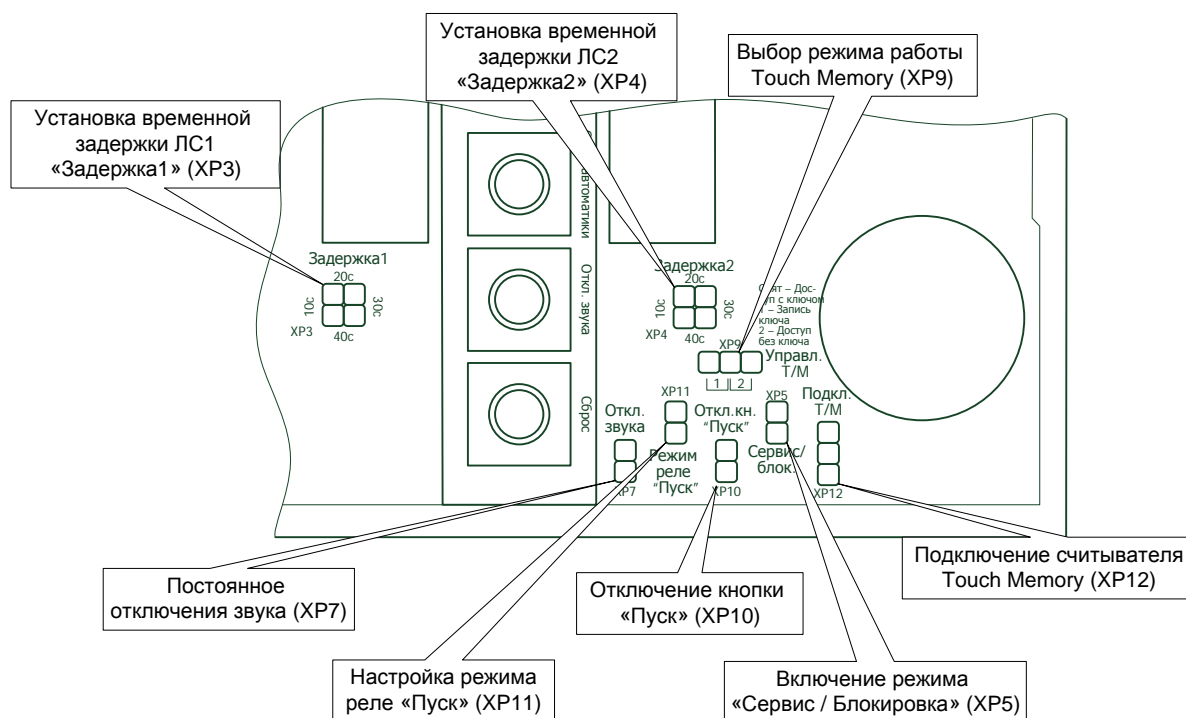

Рисунок 7. Расположение перемычек настройки ЦБ.
7.1.3 Постоянное отключение звукового сигнала может использоваться при установке ЦБ вне помещений с круглосуточным пребыванием дежурного персонала. Для постоянного отключения звукового сигнала необходимо установить перемычку на контакты XP7 «Откл. звука», расположенные в правой части печатной платы (см. рисунок 7).
7.2.1 Режим работы оптореле выхода «Пуск» ХТ5 задается установкой перемычки на контакты «Режим реле “Пуск”» ХР11 (см. рисунок 7).
7.3.1 Отключение кнопки «Пуск» применяется при установке ЦБ вне помещений с круглосуточным пребыванием дежурного персонала. Для отключения кнопки «Пуск» необходимо установить перемычку на контакты «Откл.кн. “Пуск”» ХР10 (см. рисунок 7).
7.5.3 В процессе штатной эксплуатации ЦБ не должно быть установленных перемычек на контактах ХР9 (см. рисунок 7).
Для удобства проведения пусконаладочных работ есть возможность установить перемычку в положение «2» (справа) на контакты ХР9 (см. рисунок 7). При этом:
Установка перемычки в положение «1» (слева) на контакты ХР9 (см. рисунок 7) применяется для записи ключей Touch Memory в память ЦБ (см. п. 7.6).
7.6.1 Для записи ключей Touch Memory в ЦБ необходимо установить перемычку в положение «1» (слева) на контакты ХР9 (см. рисунок 7).
7.7.2 Величина задержки задается установкой переключателей для ЛС1 на контакты «Задержка1» ХР3, для ЛС2 – «Задержка2» ХР4 (см. рисунок 7). Необходимая величина задержки устанавливается в соответствии с таблицей 3.